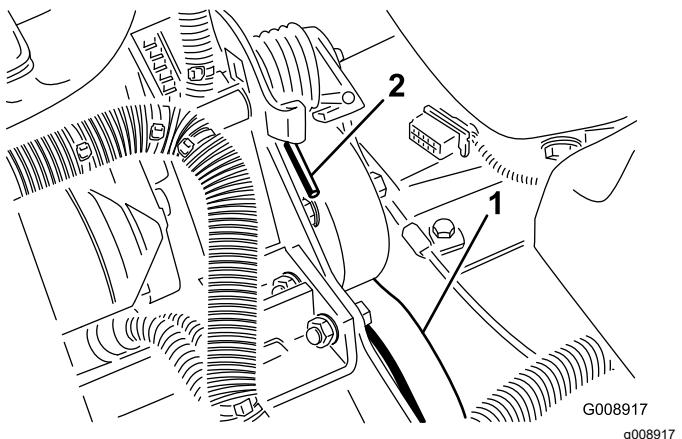

Figura 77
2. Empuje hacia adelante y hacia abajo sobre el extremo del muelle (Figura 77) para desengancharlo del soporte y liberar la tensión.